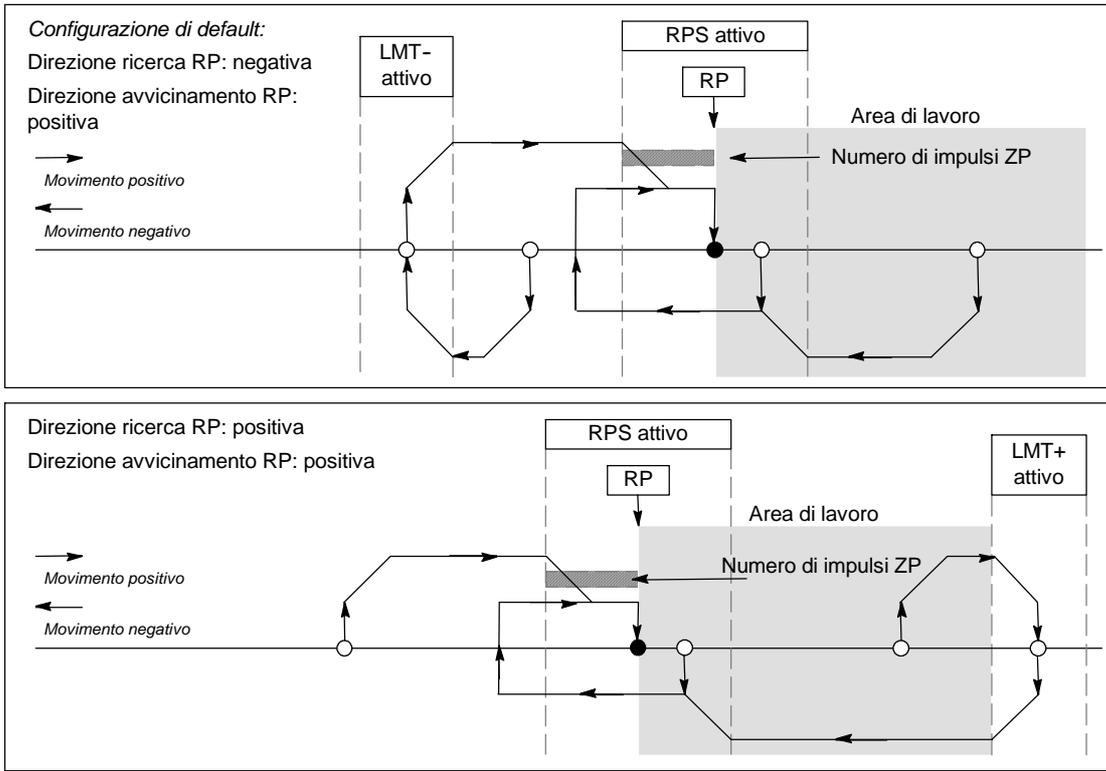

Figura 9-24 Ricerca dell'RP: modo 4
- ❑ La figura 9-24 rappresenta due opzioni del modo 4 di ricerca dell'RP. Questo modo individua l'RP come numero specificato di impulsi zero (ZP) all'interno dell'area attiva dell'ingresso RPS.